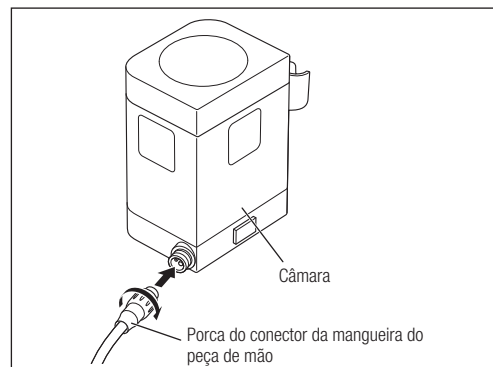

Fig. 7
- 2) Introduza o conector da mangueira da peça de mão de modo a encaixar corretamente no orifício na tomada do conector da mangueira da peça de mão e aperte a porca do conector (Fig. 7).